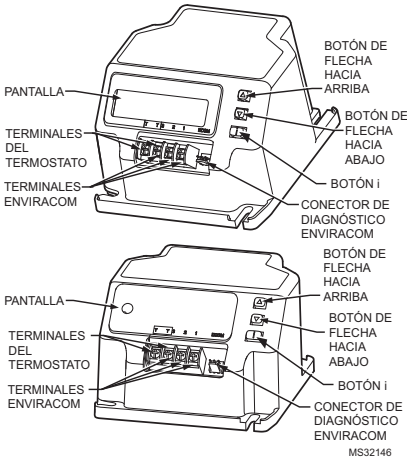

Fig. 2. Ubicación de los terminales, conectores, indicadores LED, botón de reinicio e interruptor DIP del R7284.
2. Antes de instalar el control, realice las conexiones del voltaje de línea, tal como se muestra en las Fig. 2 a 10. Una las líneas con conectores sin soldadura. No exceda los valores nominales de carga que se muestran en la etiqueta del dispositivo.
3. Después de la instalación, realice las conexiones de bajo voltaje con los terminales de tornillo (consulte las Fig. 2 a 10).